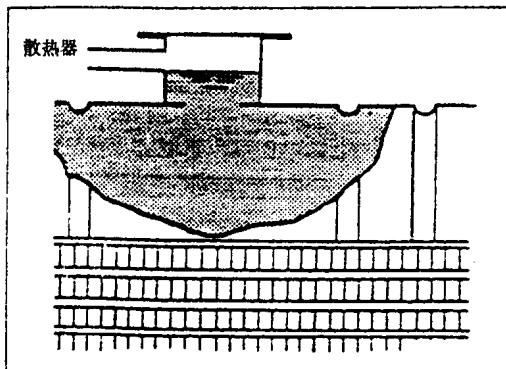

图 1-10
(9) 冷却液灌满散热器至规定的液面, 按照贴在防冻液容器上的说明的防冻液和水混合比例配制冷却液, 见图 1-10。